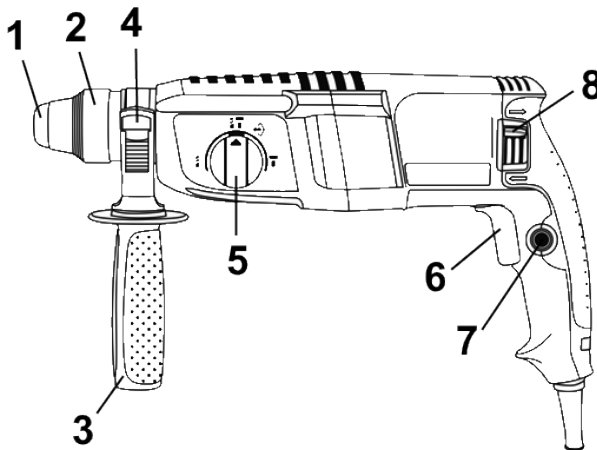

Рисунок 1
4.1 Виберіть необхідний режим роботи виробу за допомогою перемикача (5) (див. рисунок 1, таблицю 1). При необхідності зміни кута нахилу насадки при виконанні довбальних робіт зробіть необхідні операції, які описані в пункті 4.5. При необхідності встановлення свердлильного патрона - встановіть його в патрон SDS-plus через адаптер.
4.2 Для включення виробу натисніть на курок вимикача (6) (рисунок 1). Для відключення виробу слід курок відпустити.